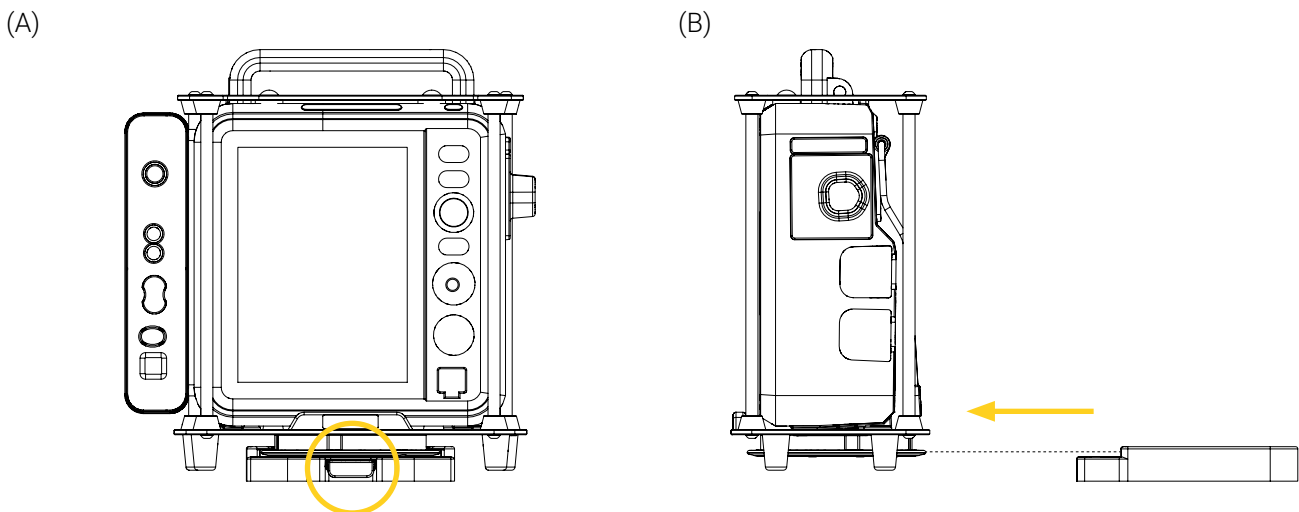

Figure 7: Retrait du BP350-FL du système de fixation
1. Appuyer et maintenir enfoncé le bouton à déclenchement rapide situé à l'avant du système de fixation, puis glisser le disque situé sous le BP350-FL hors de la base horizontalement (Figure 7). Consulter le guide de l'utilisateur du système de fixation au besoin.